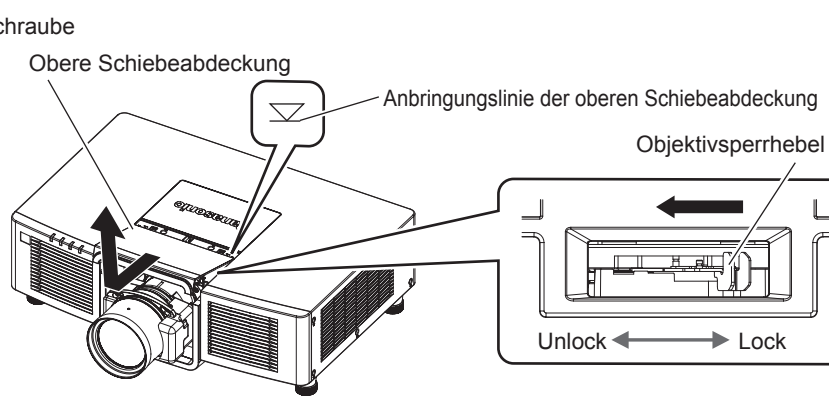

Abb. 2
2) Entfernen Sie die obere Schiebeabdeckung. (Abb. 2)
7) Bringen Sie die obere Schiebeabdeckung an. (Abb. 2)
5) Bringen Sie die obere Schiebeabdeckung an. (Abb. 2)